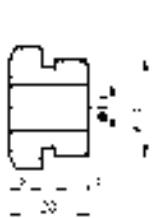

图 6-38 线性尺寸标注
3) 标注线性尺寸。单击“标注”工具栏中的“线性”按钮 $\square$ ，标注线性尺寸，结果如图 6-38 所示。